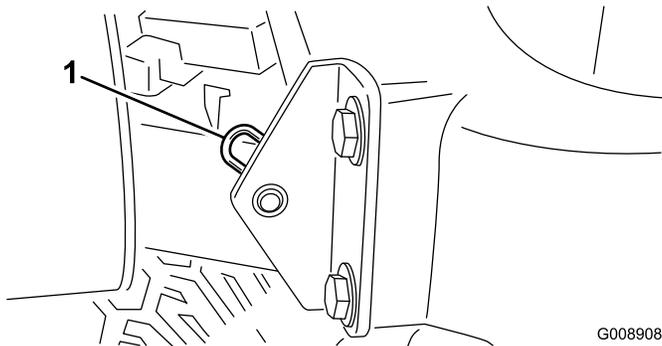

Bild 29
2. Entfernen Sie den Splint, mit dem das Gelenk der Motorhaube an den Befestigungshalterungen befestigt ist (Bild 29).
Hinweis: Für die bündigen Nippel an den Rollen (Bild 29) ist ein Fettspritzenadapter erforderlich. Sie können es mit der Bestellnummer 107-1998 von Ihrem Toro Vertragshändler beziehen.